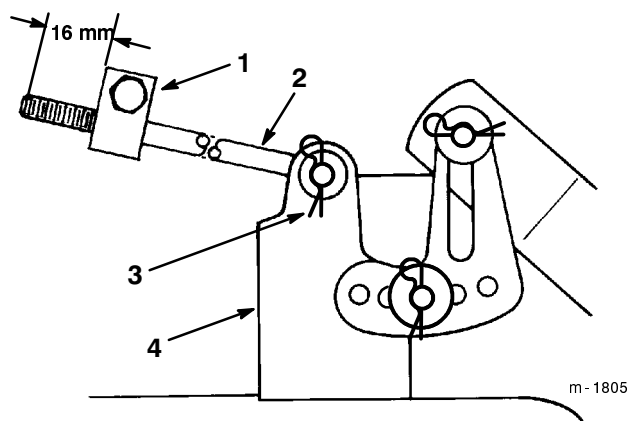

Figure 49
6. Mesurez la longueur de tige qui dépasse de l'avant du bloc de réglage sur les côtés du châssis (Fig. 49). Si cette longueur n'est pas égale à 16 mm, enlevez la goupille fendue et la rondelle de l'extrémité de la tige (Fig. 49), puis vissez ou dévissez la tige jusqu'à obtention de la longueur requise. Introduire alors